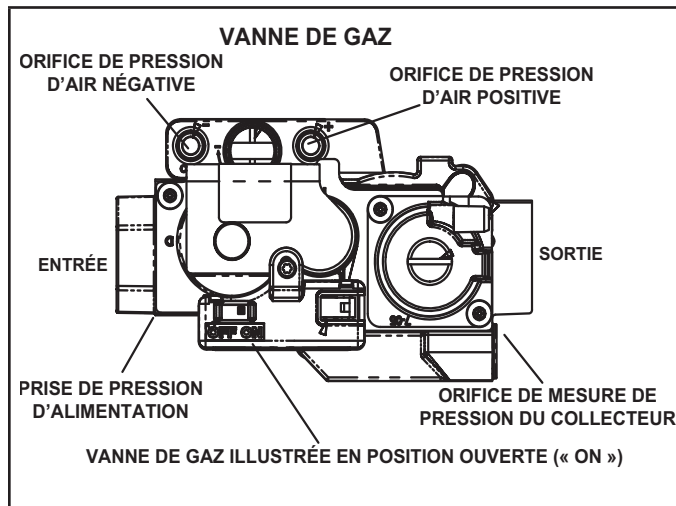

FIGURE 55
Fonctionnement de la vanne de gaz (FIGURE 55)
- 6 - Mettez l'interrupteur de la vanne de gaz sur « OFF ». Reportez-vous à la FIGURE 55.
- 8 - Mettez l'interrupteur de la vanne de gaz sur « ON ». Reportez-vous à la FIGURE 55. Ne forcez pas.